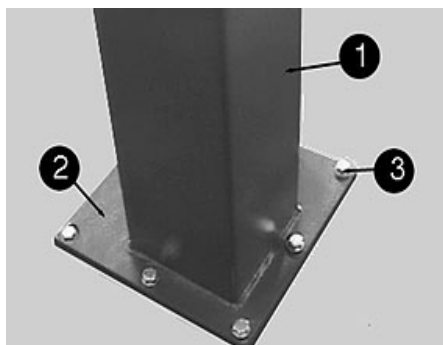

fig. 13: cheville montage
- Percer dans les socles pour fixer les chevilles (fig. 13). Nettoyer les alésages en soufflant dessus. Introduire les chevilles de sécurité (le fabricant impose des chevilles Liebig, type B25). Avant de fixer le pont élévateur, vérifier que le béton de qualité atteint bien le bord supérieur du plancher. Dans ce cas, sélectionner la longueur du cheville selon la figure 17 (annexe). Si sur le béton portant, il y a un revêtement (carrelage, plancher en plâtre), il faut calculer l'épaisseur de ce revêtement et choisir la longueur des chevilles en fonction de la figure 16 (annexe).